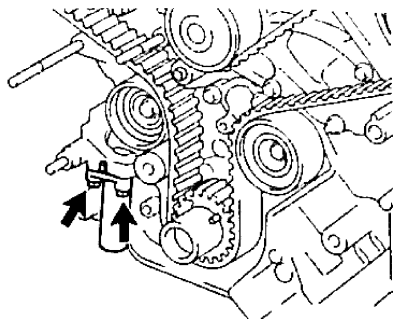

图 1-19 拆下正时带张紧器
③ 交替松开两个螺栓,然后拆下两个螺栓、正时带张紧器和防尘套,见图1-19。